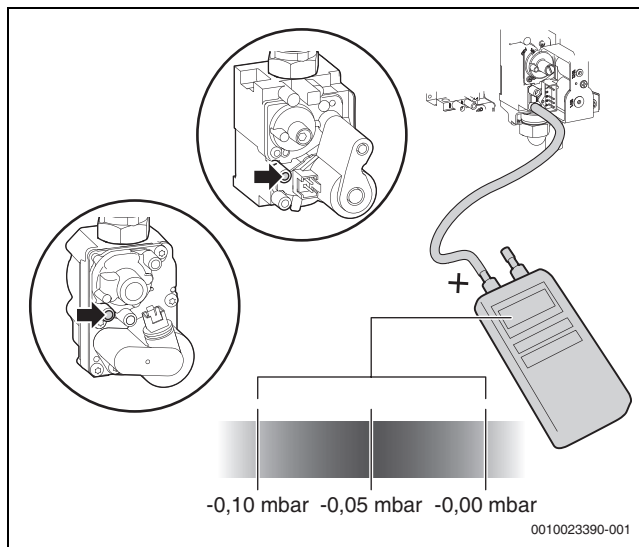

Fig. 48 Mesure de la pression différentielle
- ▶ Mesurer la pression différentielle de la vanne gaz (→ fig. 48). La pression différentielle idéale est de -0,05 mbar.